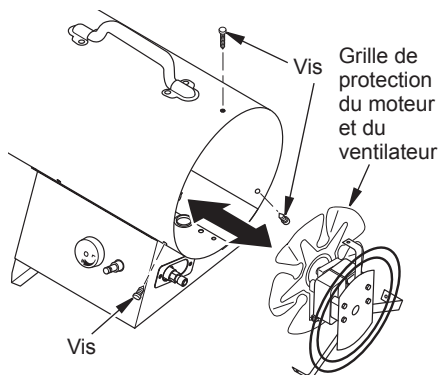

Figure 9 - Retrait/remplacement de la grille de protection du moteur et du ventilateur de l'appareil de chauffage
2. Retirez le moteur et la grille de protection du ventilateur de l'habillage de l'appareil de chauffage (voir figure 9).
14. Insérez trois vis à travers l'habillage de l'appareil de chauffage et dans la grille de protection du ventilateur (voir figure 9, page 50). Resserrez les vis fermement.
2. Retirez le moteur et la grille de protection du ventilateur de l'habillage de l'appareil de chauffage (voir figure 9, page 50).
8. Installez le moteur et la grille de protection du ventilateur à l'arrière de l'habillage de l'appareil de chauffage. Vérifiez que le cordon électrique est bien positionné (voir figure 9, page 50).